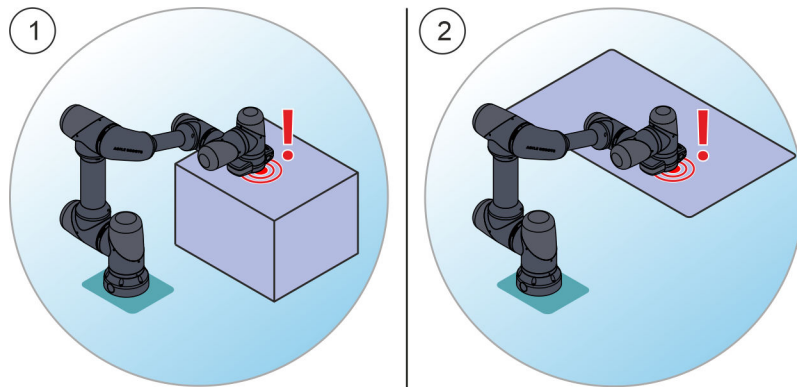

Abb. 37 Arbeits- und Gefahrenbereich mit Sicherheitsbereichen
Wenn der Endeffektor oder das Ellenbogengelenk am Roboter in einen Sicherheitsquader Abb. 37/① oder eine Sicherheitsebene Abb. 37/② eindringen, verhält sich der Roboter je nach Sicherheitskonfiguration wie folgt: